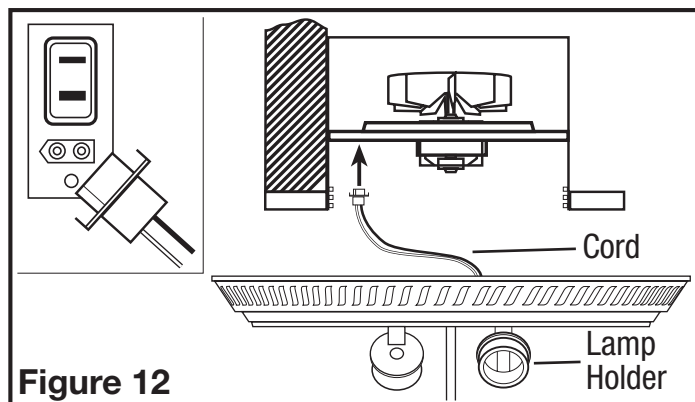

Figure 12
- Connecter le cordon des socles de lampe dans le réceptacle approprié (Figure 12).